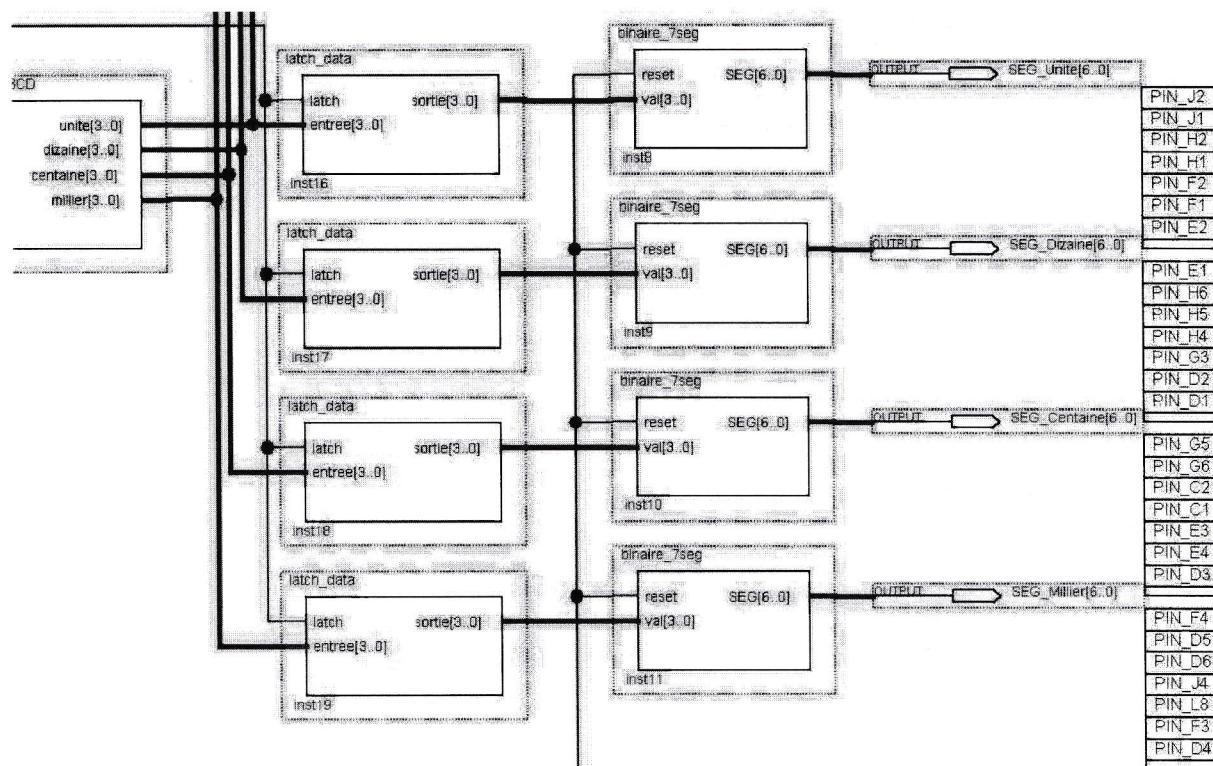

Figure 4
- Relier les composants entre eux conformément à la figure 4